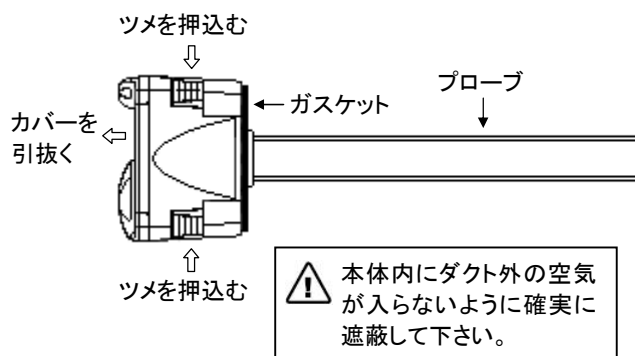

図 4. カバー着脱要領図
- 1) 本体の四隅にあるツメを押込みながらカバーを引抜くように外します。(図 4 参照)